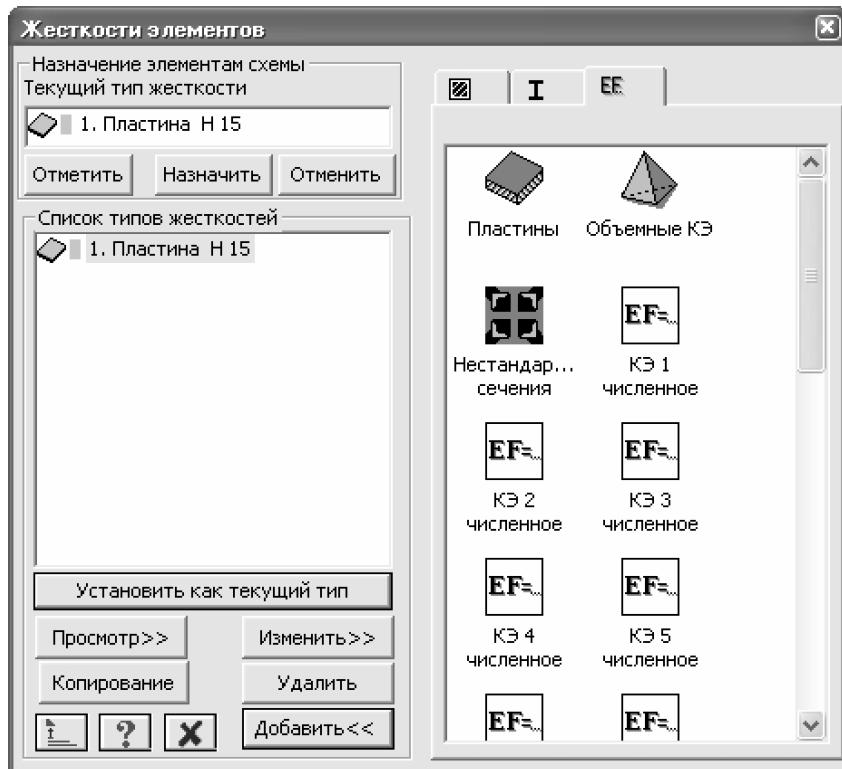

Рис.2.7. Диалоговое окно **Жесткости элементов**
- С помощью меню **Жесткости** ⇒ **Жесткости элементов** (кнопка  на панели инструментов) вызовите диалоговое окно **Жесткости элементов** (рис.2.7).